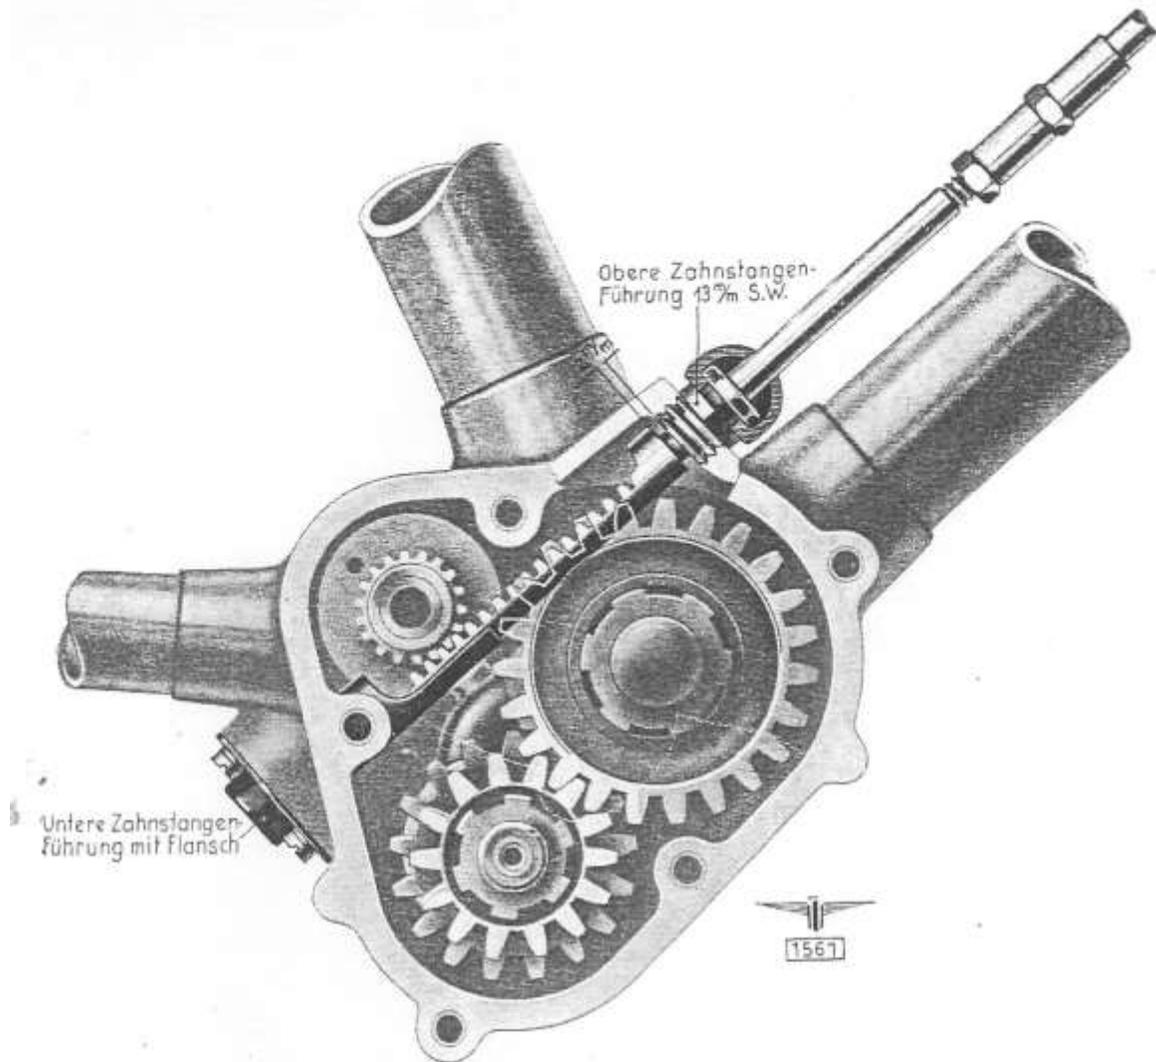

Abb. 12. Einstellung der Zahnstange.
8. Zahnstange einstellen. Bei herausgezogener Endstellung (Berggang) müssen ca. 2 mm Luft zwischen oberer Zahnstangenführung und Zahnstangenansatz bleiben. (Abb. 12.)
Die Regulierung der Schaltstangenlänge geschieht durch Spannmutter mit Links- und Rechtsgewinde. (Abb. 12.)